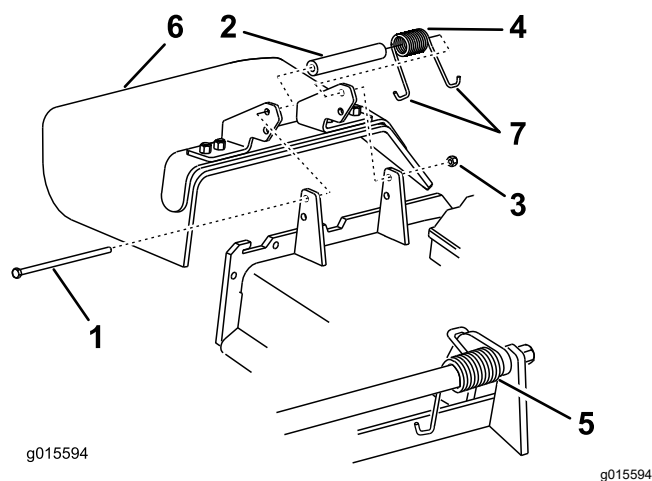

Figure 86
1. Retirez le contre-écrou, le boulon, le ressort et l'entretoise qui fixent le déflecteur aux supports de pivot (Figure 86).
2. Déposez le déflecteur d'herbe s'il est endommagé ou usé (Figure 86).
Remarque: Prenez soin de placer une extrémité en J du ressort derrière le bord du plateau avant de mettre le boulon en place, comme montré à la Figure 86.
- Accrochez 1 extrémité en J du ressort au déflecteur d'herbe (Figure 86).